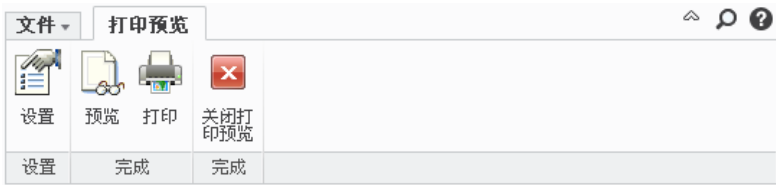

图 10.10.1 “打印预览”选项区域
- 创建预览: 在功能区中选择 **文件**   命令, 系统会弹出“打印预览”选项区域, 如图 10.10.1 所示, 在该选项区域中单击  预览按钮, 此时视图窗口中显示出要打印的工程图文件。